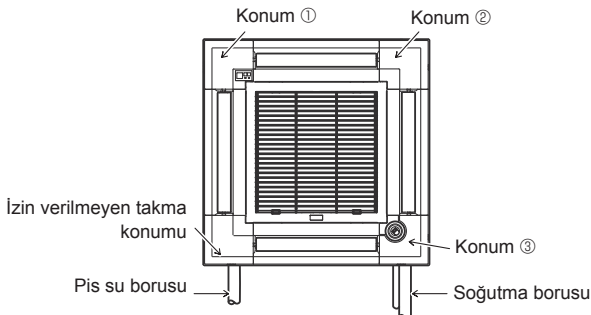

Fig. 9-11
Sinyal alıcısı köşe paneli, ana ünitenin drenaj borusu tarafına takılamaz. (Fig. 9-11'e bakın)
- i-see sensör köşe panelinin ① nolu izgaraya ③ nolu vidayla takılması gerekir.
\* Eğer i-see sensör konumu varsayılan konumundan (konum ③) farklı bir konuma değiştirildiyse anahtar ayarlarını değiştirin. (Sayfa 203 ve Fig. 9-11'e bakın)
- i-see sensör köşe paneli ana ünite için pis su borusu tarafına takılamaz. (Fig. 9-11'e bakın)
- Konum ①: Varsayılan sinyal alıcısı konumu (Hava çıkışı tanımlama işaretleri □/□□□)
- Konum ②: (Hava çıkışı tanımlama işaretleri □/□□)
- Konum ③: Varsayılan i-see sensör konumu (Hava çıkışı tanımlama işaretleri □□/□□□)